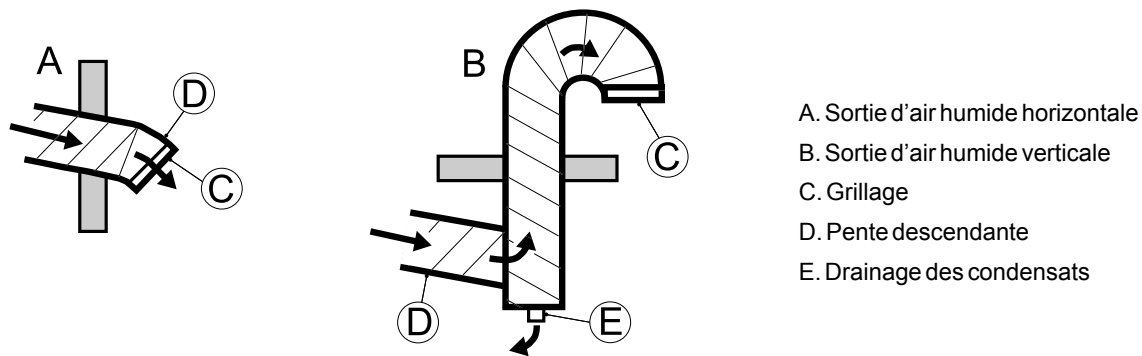

Figure 4.6 Schéma de la sortie d'air humide
- Les gaines d'air humide horizontales doivent être installées avec une légère pente descendante (à partir du déshumidificateur) pour drainer toute condensation éventuelle. Des drains de condensation adaptés doivent être installés aux points bas de la gaine d'air humide, voir *Figure 4.6*.